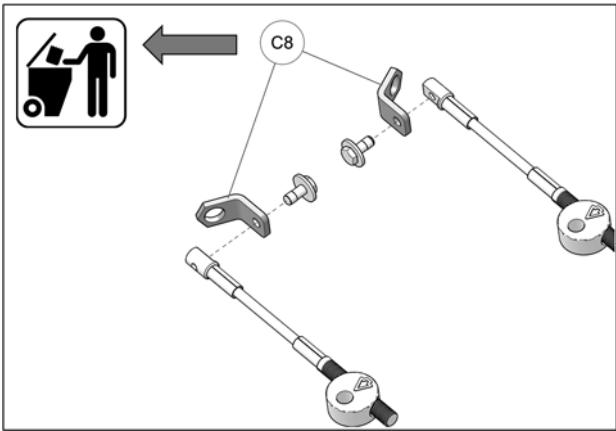

Fig. 17
8. **2015 and later front track systems:** Stabilizing arms have an integrated Steering Limiter holding plate. It is not necessary to install the holding plates (**C8**) provided in the Steering Limiter kit. See Fig. 17
8. Les systèmes de traction avant 2015 ont la plaque de support de limiteur de conduite intégrée au bras stabilisateur. Il n'est pas nécessaire d'installer les plaques de support (C8) fourmies dans l'ensemble d'installation. Voir la Fig. 17